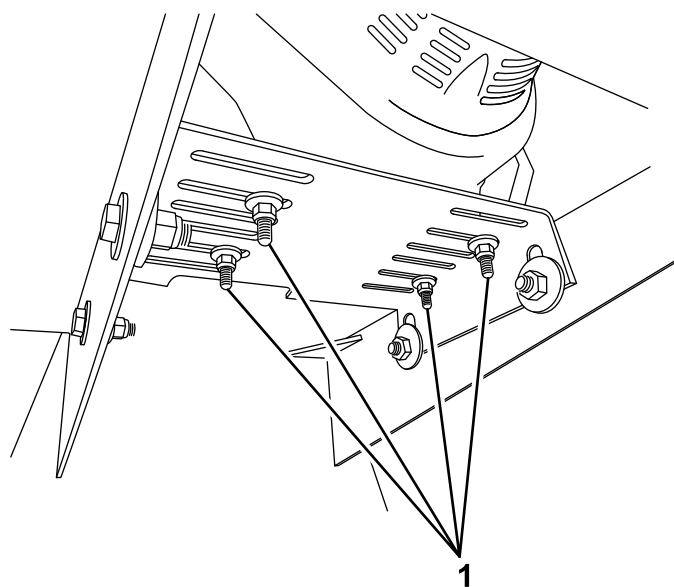

Figura 55
3. Afloje los 4 pernos y tuercas que sujetan el motor a la chapa de montaje del motor (Figura 55).
6. Apriete las cuatro tuercas y pernos de montaje a 24 N·m (18 pies-libra) (Figura 55).